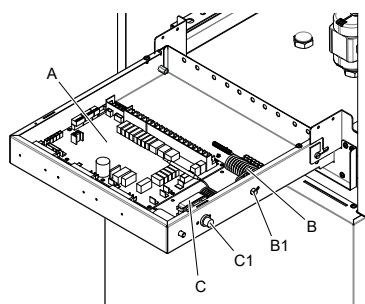

fig. 12 - vista interna del quadro elettrico
- A** Scheda idronica elettronica (fig. 12)
- B** Protezione termica di sicurezza per resistenza elettrica monofase con pulsante di riarmo manuale (part. B1 fig. 12)
- C** Protezione termica di sicurezza per resistenza elettrica trifase con pulsante di riarmo manuale (part. C1 fig. 12)